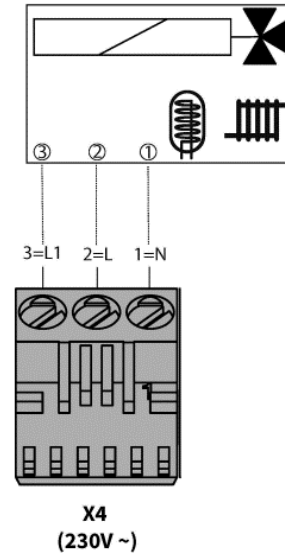

Abb. 21: Anschluss 3-Wege-Umschaltventil
- ➔ Schließen Sie das 3-Wege-Umschaltventil gem. Abb. 21 an (z.B. VC4013: (3=L1=geschaltet=schwarz, 2=L=Dauerphase=braun, 1=N=blau)).